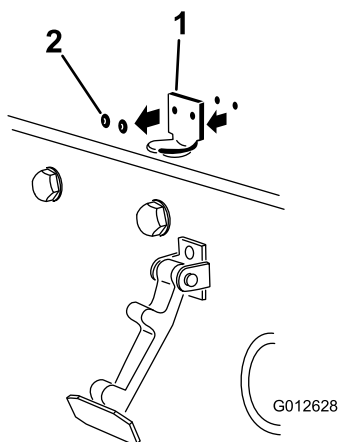

Рисунок 5
2. Удалите две заклепки, крепящие кронштейн защелки капота к капоту (Рисунок 5).